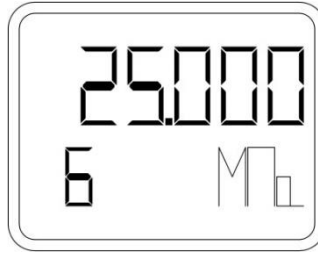

Рисунок 24 – Установка верхнего предела измерения без подачи опорного давления
- При помощи кнопки «М» зайти в пункт меню 6 (рисунок 24).